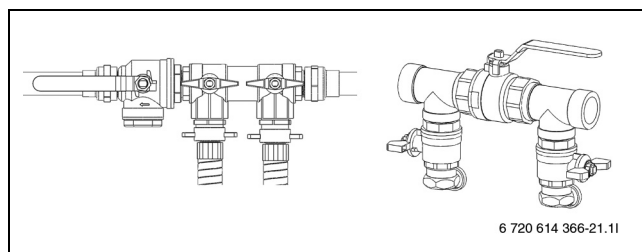

Bild 41 Påfyllnadssatser i normalläge
- Vrid ventilerna på påfyllnadssatsen till normalläge (→ Bild 41) och stäng av pumpen på påfyllnadsstationen.